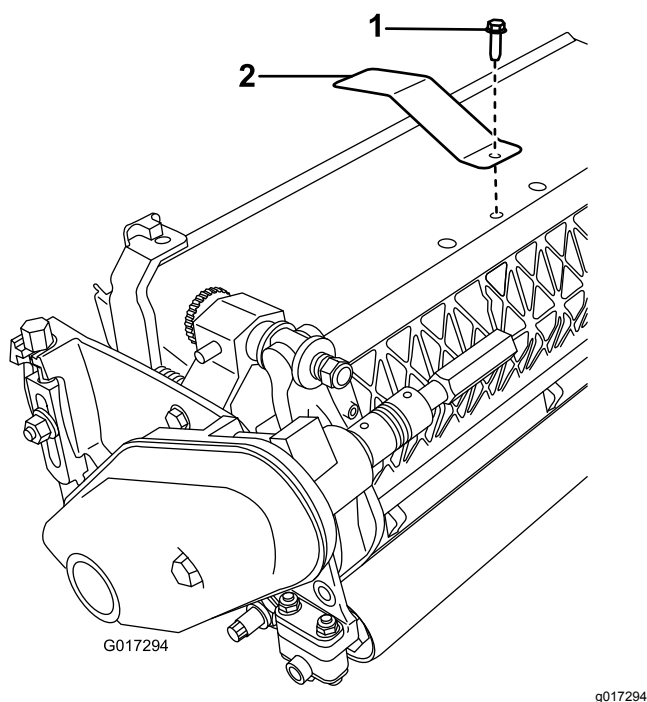

Figure 3
2. Retirez le boulon central du déflecteur d'herbe (Figure 3).
3. Montez la plaque cible en haut du plateau de coupe au moyen du boulon retiré précédemment (Figure 3).